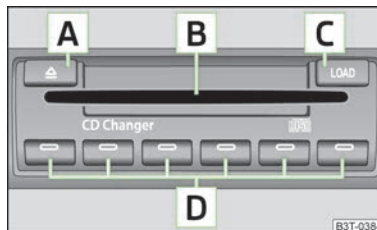

Fig. 109
> Apăsați scurt tasta **C** » fig. 109 și introduceți CD-ul (Compact Disc) în fanta pentru CD-uri **B**. CD-ul va fi depozitat automat pe prima poziție liberă din magazia de CD-uri. Lampa de control din tasta respectivă **D** va înceta să clipească.
> Mențineți tasta **C** » fig. 109 apăsată mai mult de 2 secunde și introduceți toate CD-urile pe rând (maxim 6 CD-uri) în fanta pentru CD-uri **B**. Lămpile de control din tastele **D** nu mai clipeșc.
> Apăsați tasta **C** » fig. 109. Lămpile de control din tastele **D** se aprind pentru pozițiile care au fost încărcate cu CD-uri și clipeșc pentru pozițiile libere.
> Apăsați scurt tasta **A** » fig. 109 pentru ejectarea unui CD. Pentru locurile ocupate, se aprind acum lămpile de control din tastele **D**.
> Mențineți tasta **A** » fig. 109 apăsată mai mult de 2 secunde, pentru ejectarea CD-urilor. CD-urile vor fi aruncate în afară pe rând.
- Introduceți întotdeauna CD-ul în fanta pentru CD-uri **B** » fig. 109 cu partea imprimată în sus.